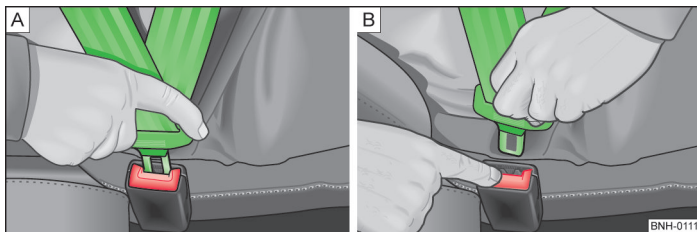

Abb. 162 Sicherheitsgurt anlegen / ablegen
- » Die Schlosszunge in das zum Sitz gehörende Gurtschloss stecken, bis diese hörbar einrastet » Abb. 162 - A.
- Die rote Taste im Gurtschloss » Abb. 162 -  drücken, die Schlosszunge springt heraus.